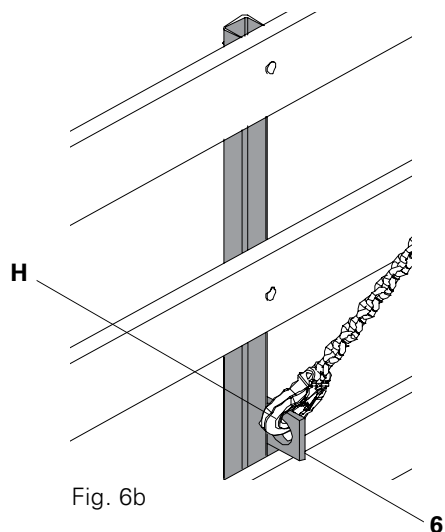

Fig. 6b
È consentito agganciare direttamente solo un braccio dell'imbracatura a ciascun anello di sollevamento (6) del montante parapetto. (Fig. 6b)